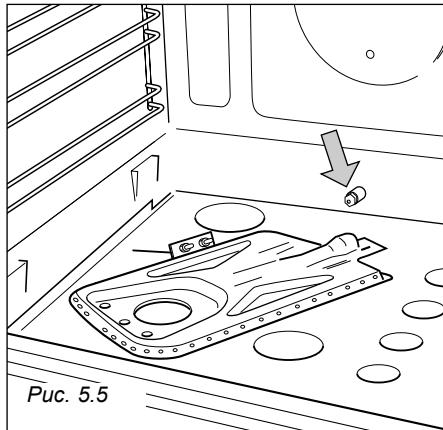

Рис. 5.5
- С помощью торцевого ключа на 7 мм замените форсунку (как показано стрелочкой на Рис. 5.5) согласно информации, представленной в «Таблице выбора форсунок» и установите в прежнее положение горелку, выполняя все операции в обратном порядке.